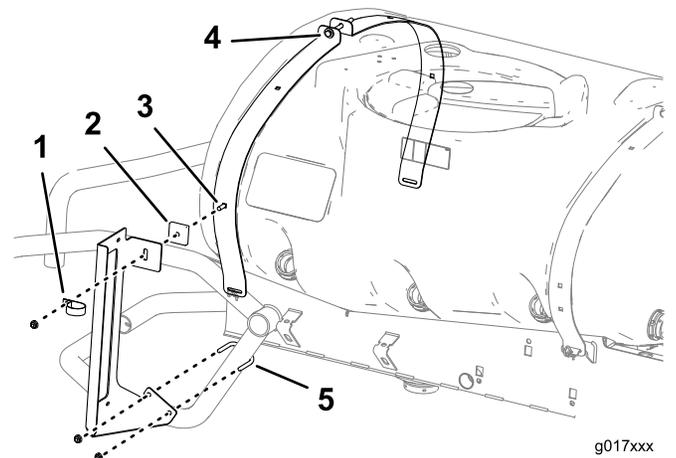

Figura 1
1. Afloje el perno de la parte superior del fleje (Figura 1).
2. Introduzca el perno de cuello cuadrado a través del fleje del depósito del fumigador (Figura 1).
3. Coloque el espaciador en el perno, y luego coloque el soporte de montaje en el perno, según se muestra en Figura 1.
5. Coloque la abrazadera en la máquina según se muestra en Figura 1.